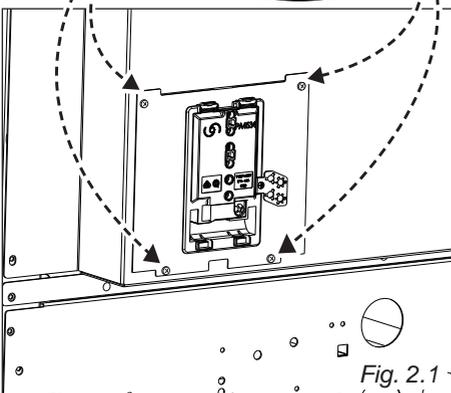

Fig. 2.1
- Sganciare il coperchio della morsettieria "A" inserendo un cacciavite nei due agganci "B" (fig. 2.1). Aprire completamente il coperchio della morsettieria "A".
- Svitare la vite "C" e aprire completamente il fermacavo "D" inserendo un cacciavite nel gancio "E". Rimuovere completamente il pressacavo "D" (fig. 2.1).
- Fissare i cavi di fase, neutro e di terra ai morsetti della morsettieria "F" secondo lo schema elettrico di figura 2.2; posizionare il ponte a U "G" (fig. 2.1) nella morsettieria "A" secondo lo schema elettrico di figura 2.2 (sono forniti già montati sui terminali o all'interno della morsettieria, dietro il coperchio).